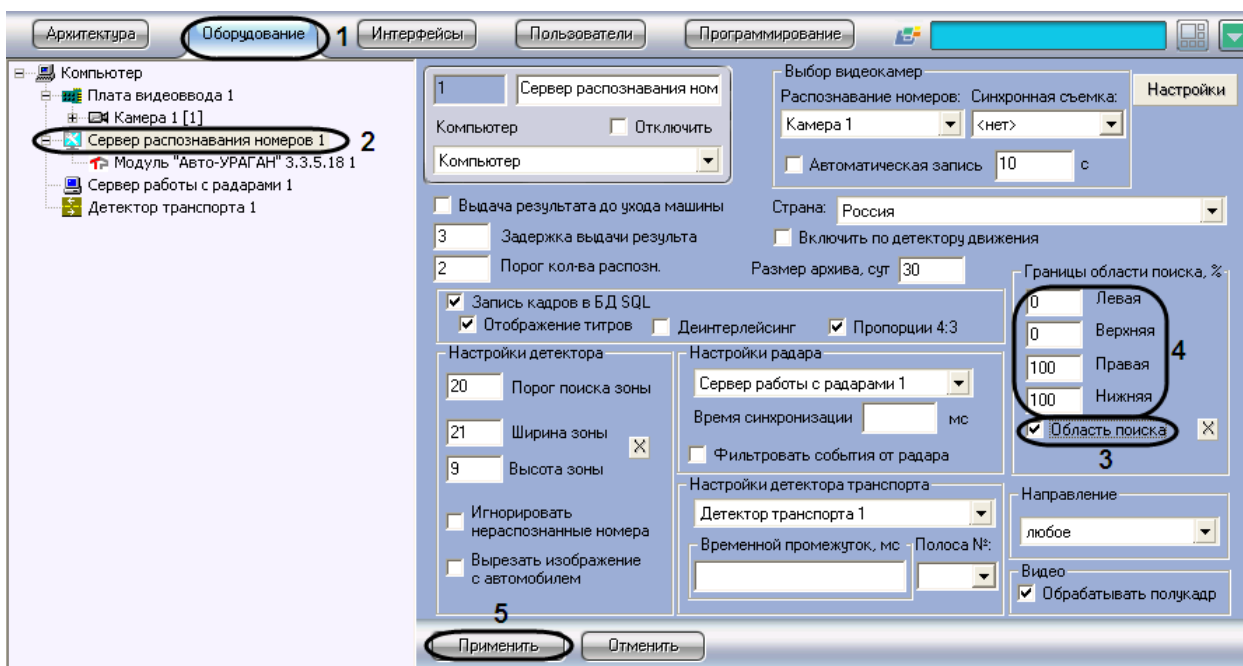

Рис. 7.2—21. Указание границ зоны поиска номерного знака
1. В диалоговом окне «Настройка системы» перейти на вкладку «Оборудование» (Рис. 7.2—21, 1).
2. В дереве объектов на вкладке «Оборудование» выбрать объект «Сервер распознавания номеров», соответствующий активированному программному модулю «Авто-УРАГАН 3.3.5.18», «CARMEN-паркинг», «CARMEN-Авто» или «ACCR» (см. раздел «Активация программного модуля, используемого для распознавания номеров», Рис. 7.2—21, 2). В правой части вкладки «Оборудование» отобразится панель настройки выбранного объекта.
3. Установить флажок «Область поиска» для активации функции указания границы зоны поиска номерного знака транспортного средства в кадре видеоизображения (см. Рис. 7.2—21, 3).
4. В полях «Левая», «Верхняя», «Правая», «Нижняя» задать значения границ зоны поиска номерного знака транспортного средства в кадре видеоизображения (см. Рис. 7.2—21, 4). Значения в полях «Левая», «Верхняя», «Правая», «Нижняя» выражаются в процентах относительно размеров окна видеонаблюдения.